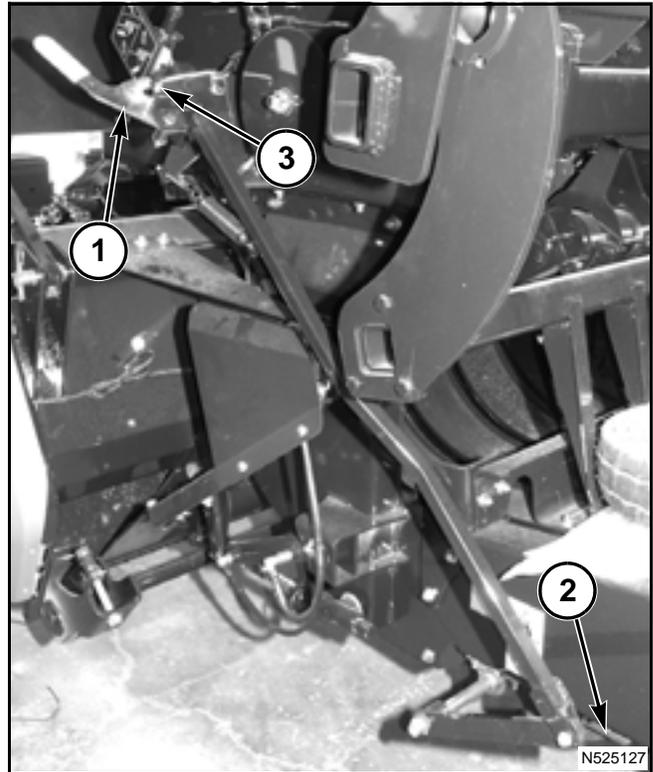

FIG. 14
FIG. 14: El pestillo del dispositivo de llenado (1), cuando está conectado, traba la puerta del sensor del dispositivo de llenado (2). El sensor de pestillo del dispositivo de llenado (3) indica en la consola si el pestillo del dispositivo de llenado está trabado.